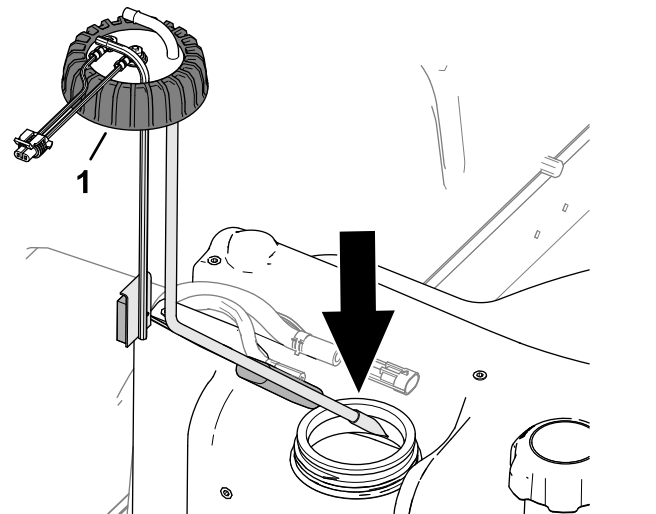

Figura 90
- 2. Coloque cuidadosamente el tubo de aspiración de combustible y el flotador en el depósito de combustible (Figura 90).